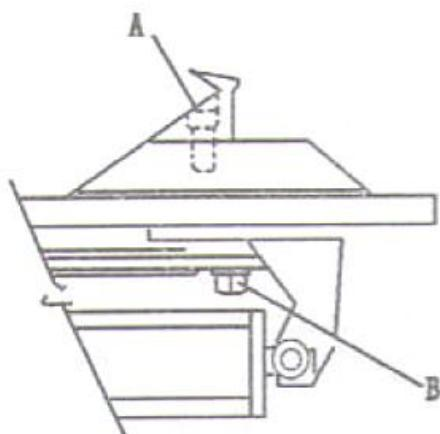

Рис. 8
- б. По истечению первых 20 дней работы повторно затянуть винты крепления зажимных кулачков и винты направляющих поворотного стола (рис. 8).